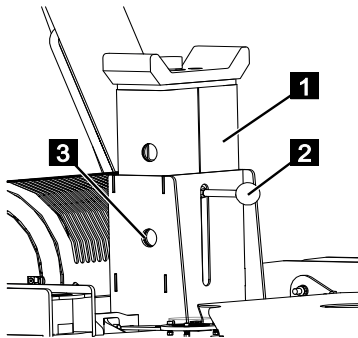

Fig. 112
5. Tirer le support du bras télescopique (Fig.112/1) par la poignée (Fig.112/2) vers le haut jusqu'à ce que le trou souhaité (Fig.112/3) coïncide.